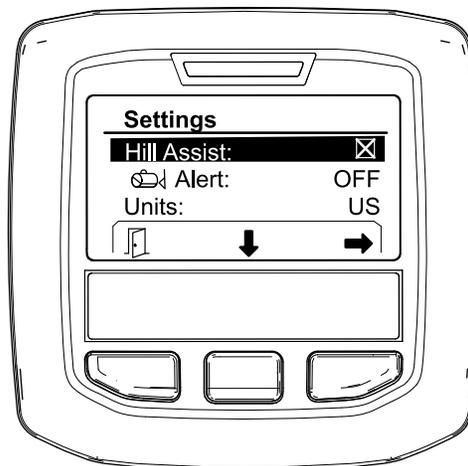

Figura 7
1. Scorrete fino alla voce ASSISTENZA IN PENDENZA e premete il pulsante di selezione centrale per accedere al menu Impostazioni assistenza in pendenza (Figura 7).